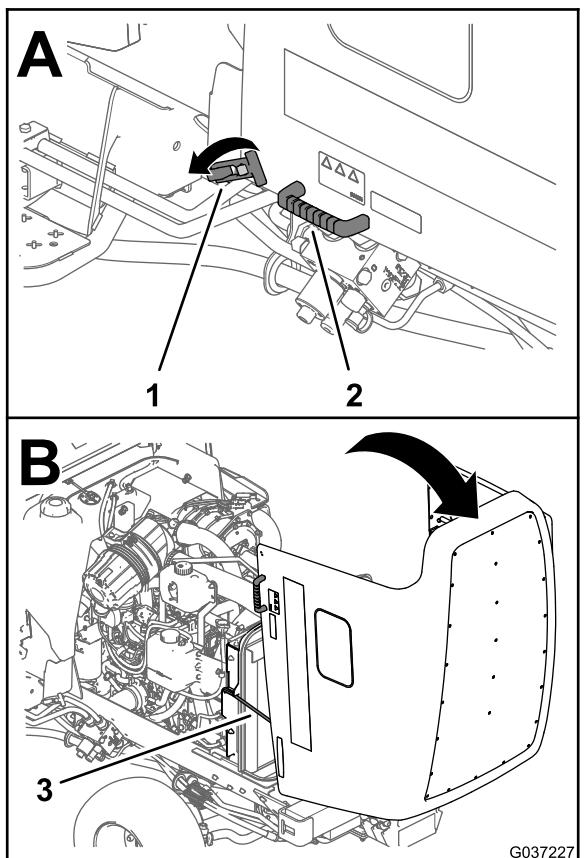

Figura 62
2. Liberte os dois trincos nos cantos frontais inferiores do capot (Figura 62).
3. Utilizando as pegas adjacentes aos trincos, eleve e recue o capot até que as duas barras encaixem nos dois suportes das barras (Figura 62).